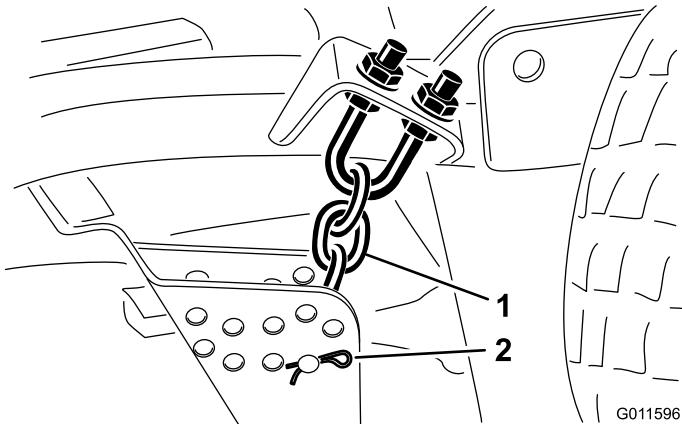

Figure 3
- Enlevez les goupilles fendues et les axes de chape qui fixent les chaînes de hauteur de coupe à l'arrière du plateau de coupe (Figure 3). Mettez les goupilles et les axes de côté en prévision du montage sur le nouveau plateau avant.